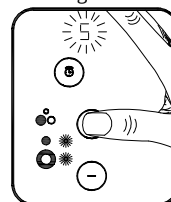

Figure 9
3. Actionner les touches sensibles de puissance +/- correspondantes audit foyer jusqu'à sélectionner le temps de programmation désiré (de 1 à 99 min). Voir Fig. 9